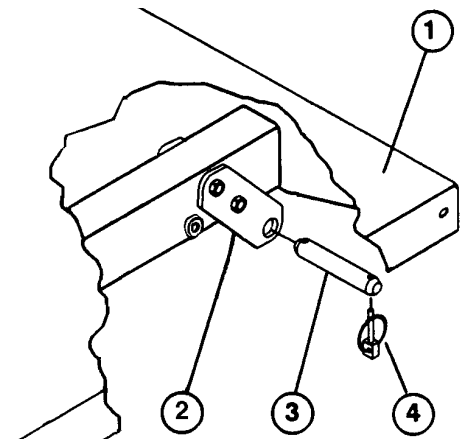

Bild 2
1. Die Bolzen und Klappstecker entfernen, die für Versandzwecke mit den Gelenklaschen der Mulde verbunden sind (Bild 2).